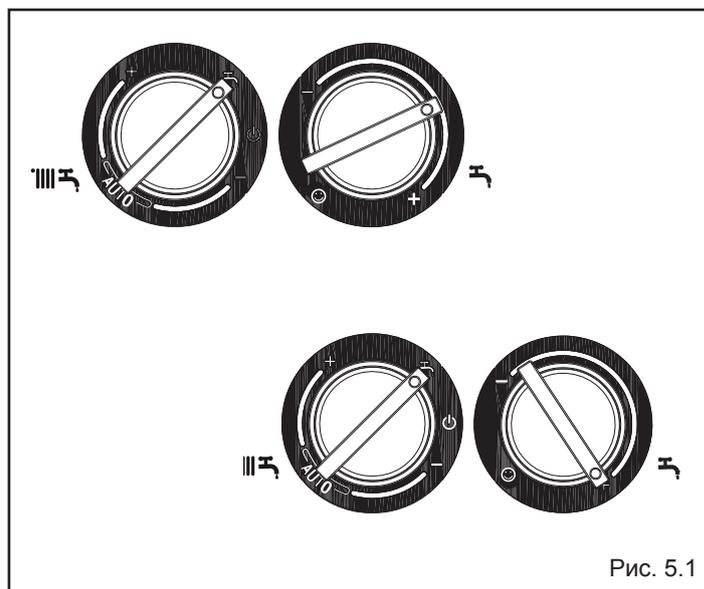

Рис. 5.1
- установите переключатель режимов работы режим «лето» «» (рис. 5.1)
- установите регулятор температуры в контуре ГВС (рис. 5.1) на максимальное значение.
- Откройте кран подпитки (рис. 5.1а) и держите его открытым до тех пор, пока давление не поднимется до уровня от 1 до 1,5 бар.
Рис. 5.1а